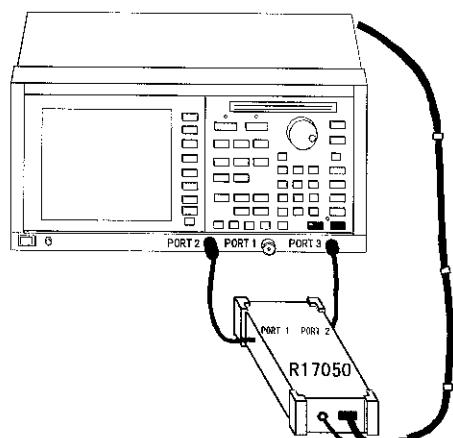

図 2-13 RF ポートの接続
- ⑦ 本器の RF ポートと、ネットワーク・アナライザの PORT2, PORT3 を接続します（図 2-13 参照）。